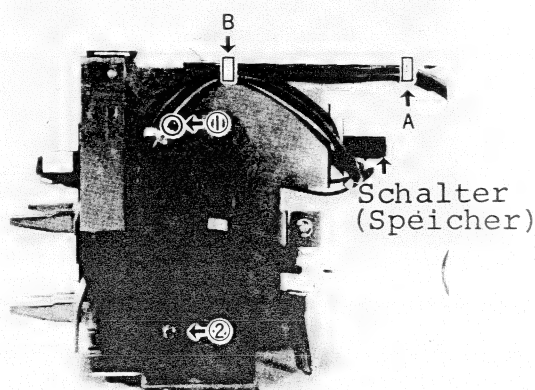

Abb. 7
- a) Entfernen Sie die Bündel A und B, welche in der Abb. 7 auf der rechten Seite gezeigt sind.
- b) Lösen Sie dann die Schrauben ①, ②. (M3 x 0,5 x 4).
- c) Entfernen Sie das mit dem Schalter (Speicher) kombinierte Verbindungsstück, welches in der Abb. 7 rechts oben zu sehen ist. Lösen Sie dann die zwei Stellschrauben (M3 x 0,5 x 4) vom Schalter (Speicher), und nehmen Sie die rechte Seitenplatte ab.